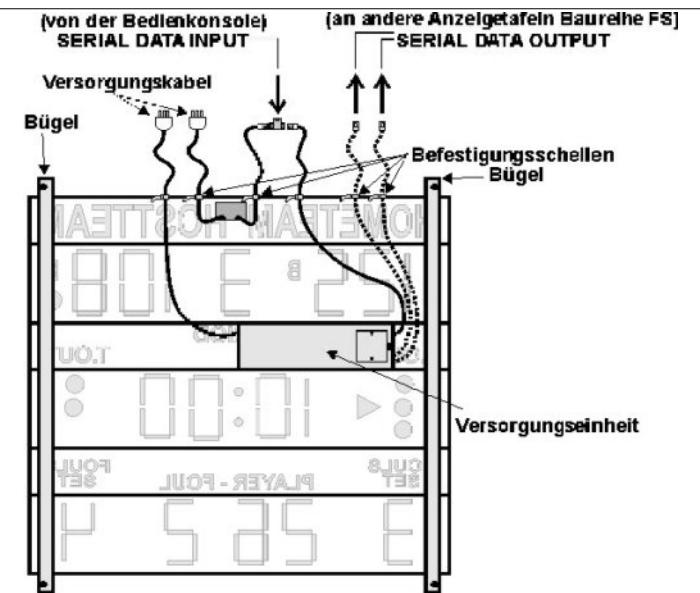

Abb. 3.6: Anschluss des Versorgungskabels und der seriellen Datenkabel (Rückansicht)
1. Das Versorgungskabel in die entsprechende Steckdose stecken und das andere Kabelende mit der entsprechenden Schelle (siehe Abb.3.6) am oberen Bereich der Anzeigetafel befestigen; auf diese Weise ist der Netzstecker über der Anzeigetafel verfügbar, nachdem diese an der Wand befestigt wurde.
2. Für die zentralen Punktestandanzeigen werden außer dem langen seriellen Kabel für den Anschluss von der Bedienkonsole, auch drei 1 m lange Kabel geliefert. Eines dieser Kabel bitte in die Steckverbindung "SERIAL DATA INPUT" stecken und das andere Kabelende mit der entsprechenden Schelle (siehe Abb.3.6) am oberen Bereich der Anzeigetafel befestigen. Auf diese Weise wird der Anschluss des seriellen Kabels der Bedienkonsole einfacher, nachdem die Anzeigetafel an der Wand befestigt wurde.
4. Für das Modul der Mannschaftsnamen bitte das (etwa 1 m lange) serielle Kabel in die Steckverbindung "SERIAL DATA INPUT" stecken, und dann das andere Kabelende mit der entsprechenden Schelle (siehe Abb.3.6) am oberen Bereich der Anzeigetafel befestigen.
3. Mittels des mitgelieferten Adapters das von der Bedienkonsole herführende serielle Kabel an die oben an der Anzeigetafel positionierte Steckverbindung "SERIAL DATA INPUT" und das Modul der Mannschaftsnamen anschließen (siehe Kapitel 3.3 und Abb.3.6).